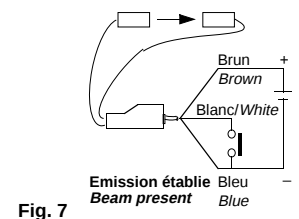

Fig. 7
- 3.2 : interrupteur ④ en position T (test), le fil blanc est une entrée de test, permettant de couper l'émission et de vérifier avec le faisceau établi, que la sortie change d'état. (cf. Fig. 7). L'émission sera coupée lorsque le contact est établi entre le fil de test et le moins de l'alimentation. (cf. Fig. 7).
- 3.2 : with switch ④ in position T (test), the white wire becomes a test input such that, when energised, will turn off the transmitter. By checking that the output signal changes simultaneously the correct operation of the system may be verified (see Fig. 7). The transmitter will remain "off" all the time that the white wire is energised (see Fig. 7).